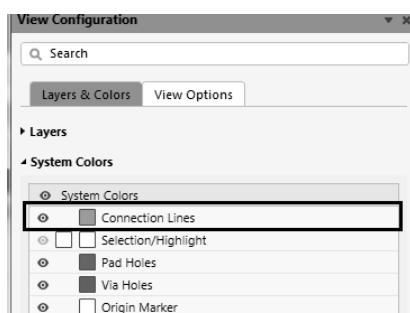

图 10-75 默认鼠线的显示
(1) 检查鼠线显示层是否被打开：按快捷键“L”，检查如图 10-75 所示的界面中的“Connection Lines”选项是否使能显示，如果没有请使能显示。